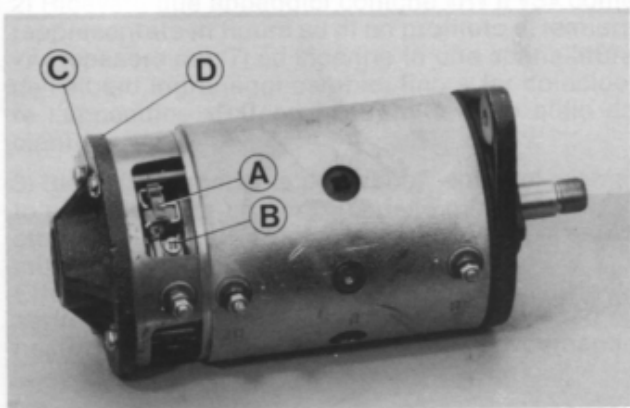

Fig. 83
**Fig. 83 - Spazzole:** togliere la fascia di protezione sollevare la molla «A» facendo attenzione a non snervarla, sfilare la spazzola e smontarla mediante l'estrazione della vite «B». Ripetere l'operazione per le restanti spazzole.